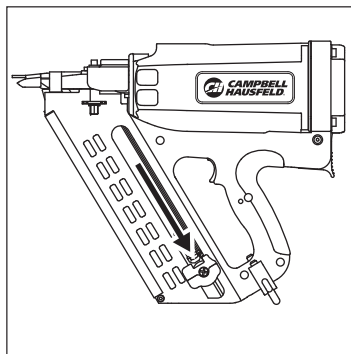

Figura 16
1. Tire del impulsor de sujetadores hasta la parte inferior del cargador hasta que el impulsor de sujetadores se bloquee en su lugar (vea la Figura 16).